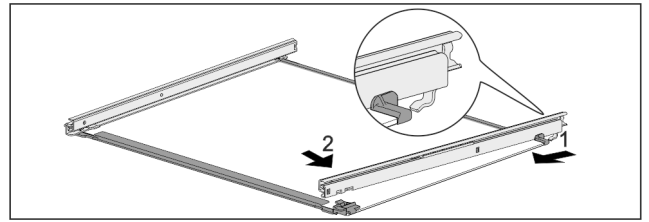

Fig. 45 Ripiano in vetro con guide
- ▶ Agganciare la guida sul lato posteriore. Fig. 45 (1)
- ▶ Innestare la guida sul lato anteriore. Fig. 45 (2)